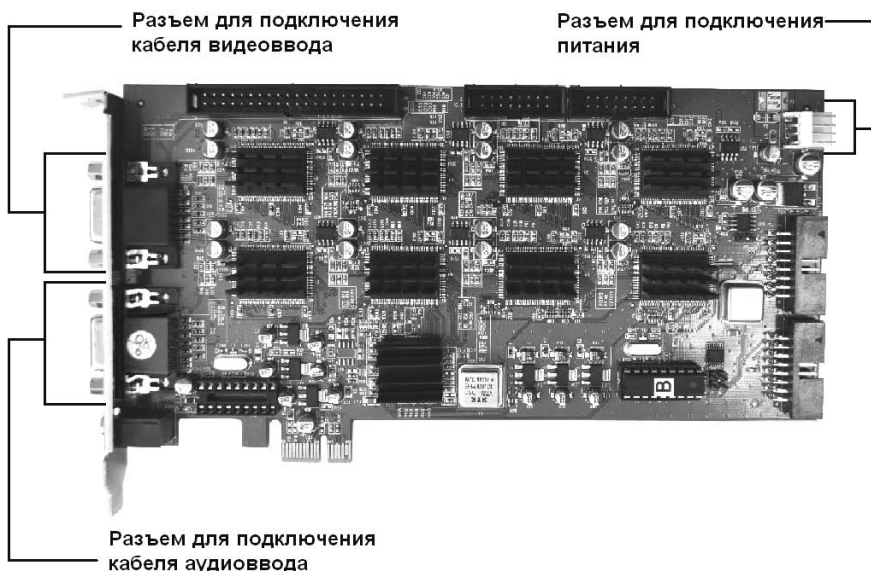

Рисунок 1 – Внешний вид изделия «SecTORR 8E»
- и) подключить кабель питания к разъему на плате (рисунок 1);